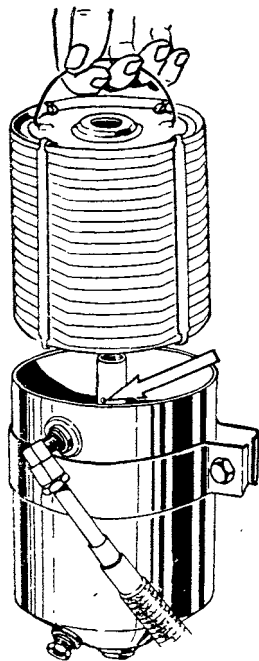

Рис. 16. Смена фильтрующего элемента
Фильтр тонкой очистки масла укреплен на кронштейне перегородки кузова с правой стороны. Фильтр (рис. 16) состоит из корпуса и сменного фильтрующего элемента типа ДАСФО-2. Сменный элемент представляет собой пакет картонных дисков, собранных через один, с картонными прокладками. Масло под давлением просачивается между дисками, очищается и стекает в картер.
3) вынуть фильтрующий элемент, на чисто протереть внутреннюю поверхность корпуса и прочистить отверстие центральной трубки для стока масла в картер (на рис. 16 указано стрелкой). Завернуть спускную пробку;